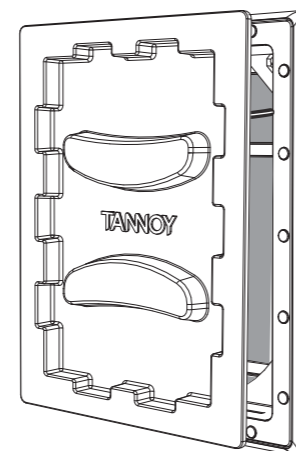

Fig. 12. Adding the Paint Mask to the Frame
2. Drücken Sie die Farbmaske in den Rahmen, wo sie durch Magnete an Ort und Stelle gehalten wird (Abb. 12). Dies bleibt an Ort und Stelle, während die Wand- und Rahmenverkleidung gestrichen wird und bis der Lautsprecher zur Installation bereit ist.